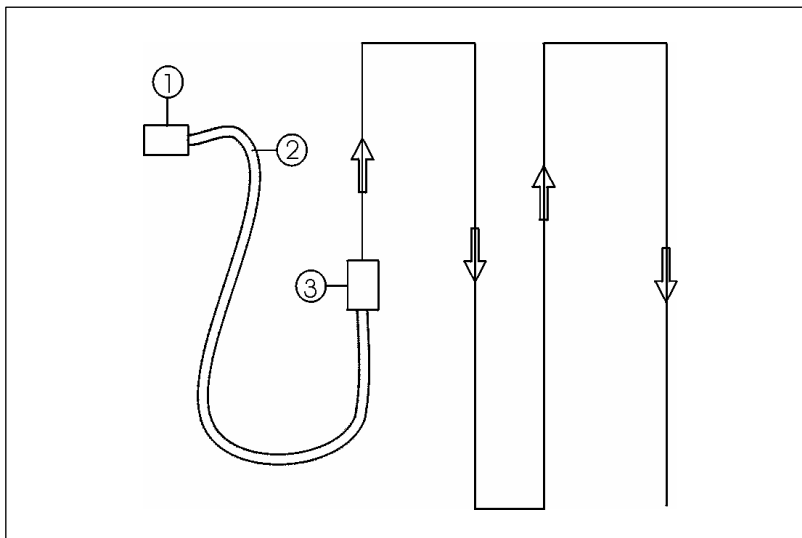

Fig. 6.1
- Plazieren Sie die Fräsmaschine in die Nähe der Filteranlage und breiten Sie den Schlauch aus wie in Bild 6.1 dargestellt.